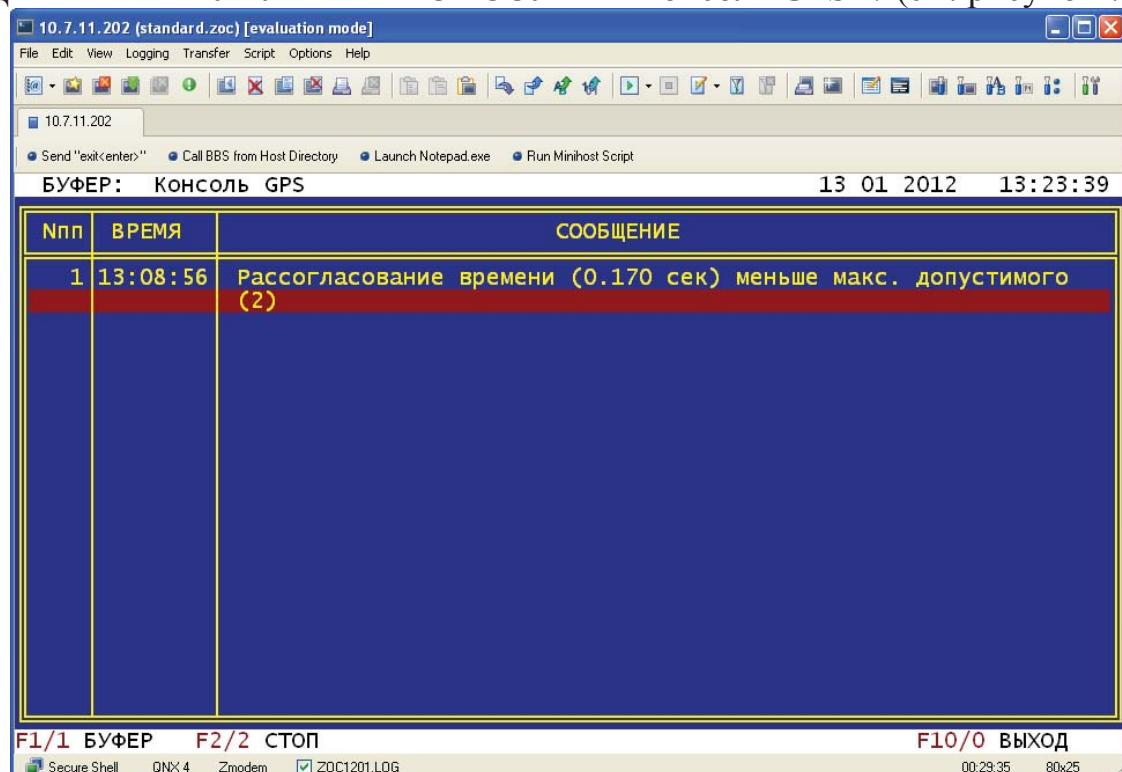

Рисунок 7
2.3.1.15 Убедиться, что данные от УССВ-2 принимаются. Проверить прием данных в реальном времени с интервалом 15 минут через консоль /\* НАЛАДКА -> ВИРТУАЛЬНЫЕ КОНСОЛИ -> Консоль GPS \*/ (см. рисунок 7).